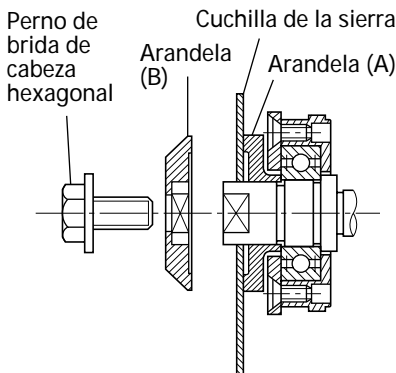

Fig. 17
- (1) Quite completamente las virutas que se hayan acumulado en el husillo, perno y arandela.
- (2) Para montar la cuchilla de la sierra, los lados cóncavos de ambas arandelas, (A) y (B), deberán colocarse en los lados de la cuchilla de la sierra. Monte la cuchilla de la sierra en el husillo y fije finalmente la arandela (B) (consulte la Fig. 17).
- (3) Para asegurar una dirección de giro apropiada de la cuchilla de sierra, la dirección de la flecha de la cuchilla de la sierra deberá coincidir con la dirección de la flecha de la cubierta de la cuchilla.
- (4) Utilizando los dedos, apriete todo lo posible el perno hexagonal que retiene la cuchilla de la sierra. Y luego presione la palanca de bloqueo, bloquee el husillo y apriete a fondo el perno.
- (5) Confirme que la palanca de bloqueo esté en la posición original.